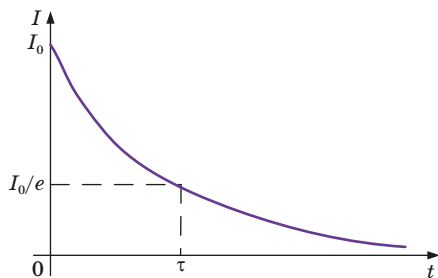

Рис. 1. График зависимости разрядного тока конденсатора от времени
На рис. 1 приведен график зависимости разрядного тока конденсатора от времени. Постоянная $\tau = RC$ имеет размерность времени и называется *временем релаксации*. Из формулы (6) следует, что за время τ разрядный ток уменьшается в e раз. Значение τ может быть найдено из графика разрядного тока конденсатора (см. рис. 1).
Из сравнения (6) и (13) следует, что функциональная зависимость от времени токов зарядки и разрядки конденсатора одинакова. График этой зависимости приведен на рис. 1.